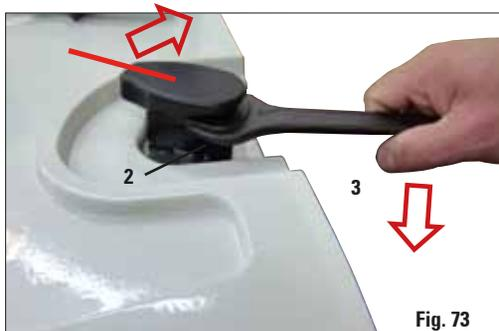

Fig. 73
- Coloque a chave de porca no local abaixo da trave da retorta (Fig. 73, 2).
- Gire a trava da retorta posteriormente no sentido horário usando a chave de porca (Fig. 73, 3) e remova o batente (quebre o pino de fixação em um ponto de ruptura pré-determinado).